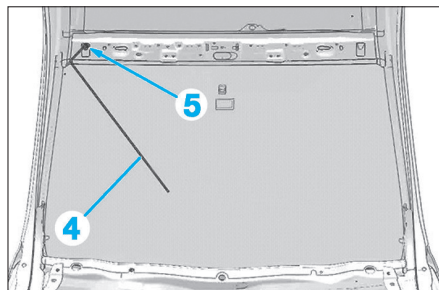

FIG. 6
- A l'intérieur du véhicule, arrimer la corde au point de fixation du pare-soleil (5), comme illustré (Fig.6).